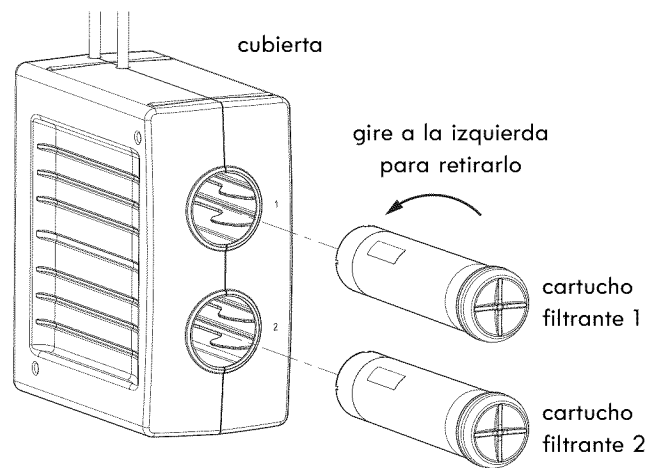

Figura 15
1. Gire el cartucho filtrante a la izquierda para retirar los cartuchos de los cabezales del filtro. Vea la Figura 15.